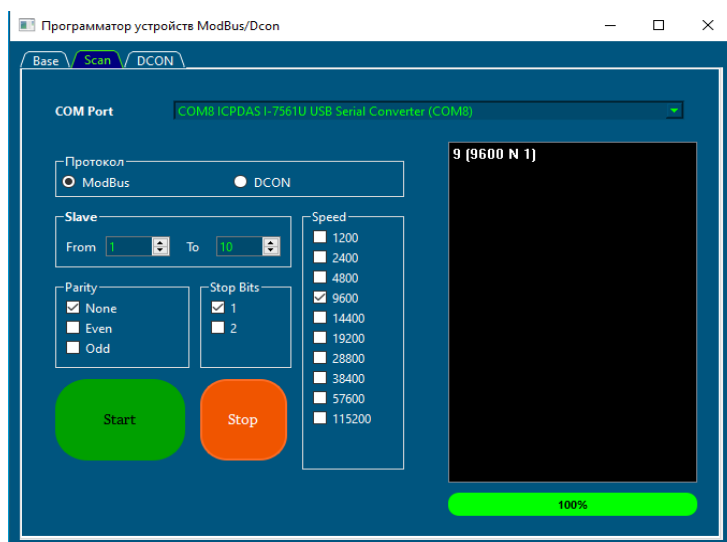

Рис.2
4. Нажмите зеленую кнопку Start Scan (Рис.2).